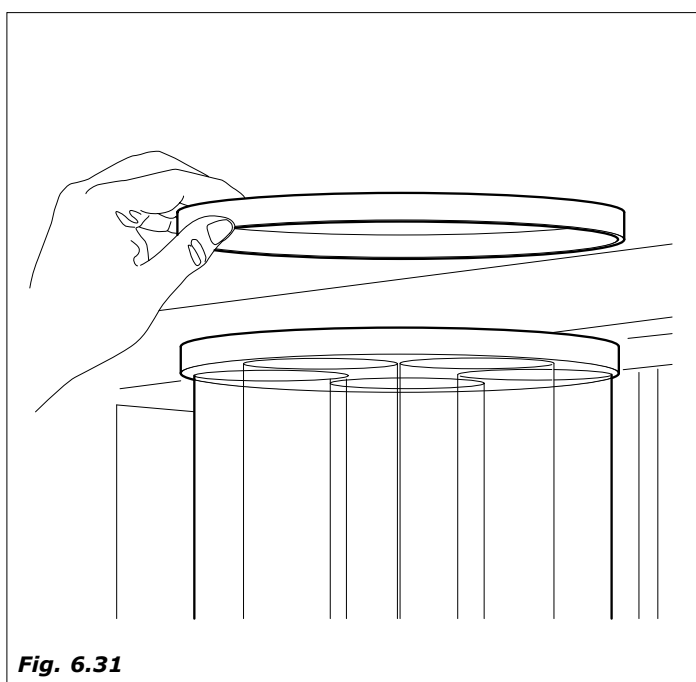

Fig. 6.31
- colocar la tapa de la columna de vasos (Fig.6.31).